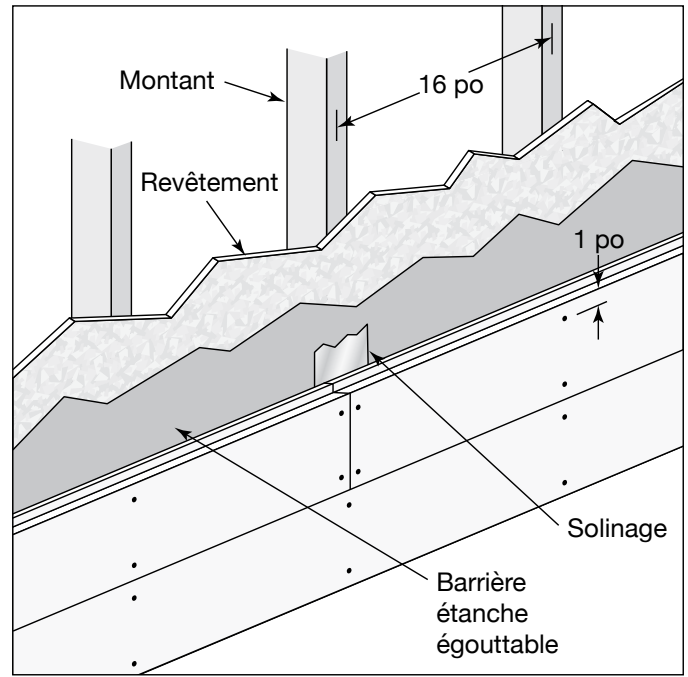

Fig. 2
- Le bardage TruExterior doit être installé sur des murs de charpente aux montants espacés de 16 po. de centre en centre, ou d'au plus 24 po de centre en centre, (Fig. 2).
- Le mur peut être revêtu de panneaux O.S.B. selon les codes locaux. Le bardage TruExterior doit être fixé au niveau des montants (Fig. 2).